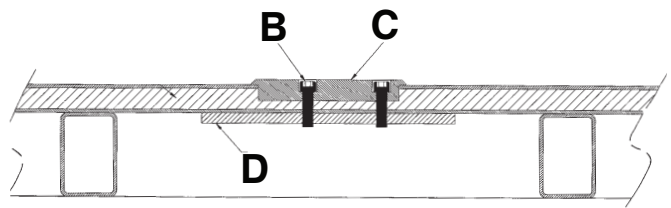

Figure 10 – Ancrer la plaque de plancher dans les ouvertures encastrées
- À l'aide de deux vis d'assemblage à six pans creux de 3/8 po de diamètre (B), de grade 8 de préférence, ancrer chaque plaque de plancher (C) dans les ouvertures encastrées avec les trous taraudés orientés vers le haut (Figure 10).
Remarque - Des plaques d'appui en acier (ou équivalent) (D) (non fournies) sont requises pour un soutien supplémentaire (Figure 10).